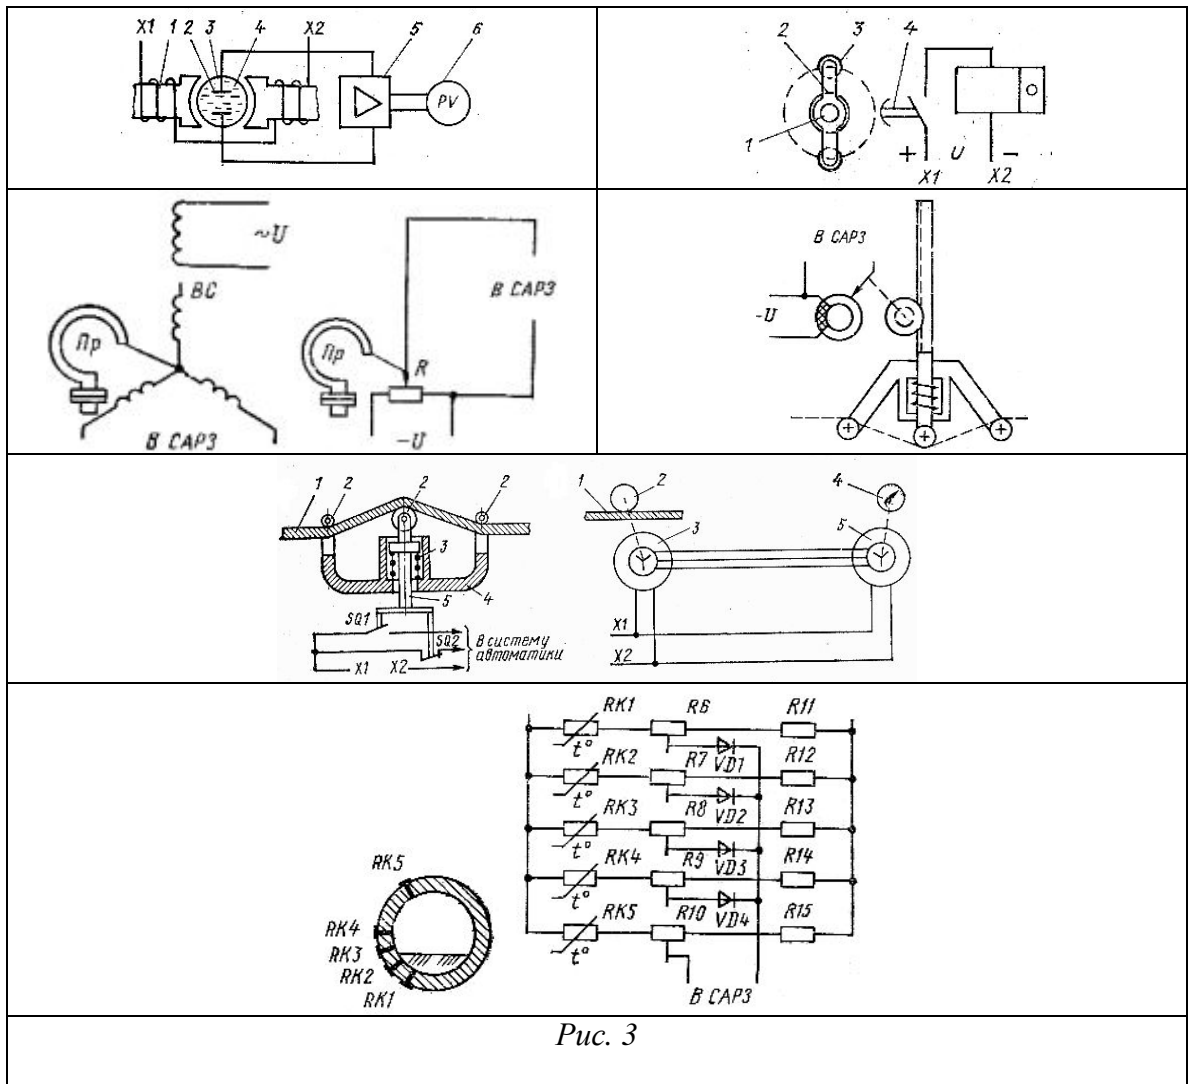

Рис. 3
3. Назвать элементы и назначение в приборов технологического контроля работы земснаряда (рис.3). Объяснить принцип работы данных приборов